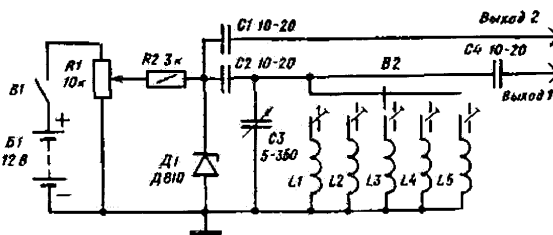

рис. 14
**Простейший сигнал-генератор** на одном стабилитроне Д810 (пригодны также Д808 или Д814А-Д814Г) показан на рис. 14. Весь диапазон частот генератора 100 кГц – 27 МГц разбит на пять поддиапазонов: 100-300 кГц, 300 кГц - 1 МГц, 1-3 МГц, 3-9 МГц, 9-27 МГц. Максимальное напряжение генератора на выходе составляет единицы милливольт. Режим работы генератора устанавливаются пере-